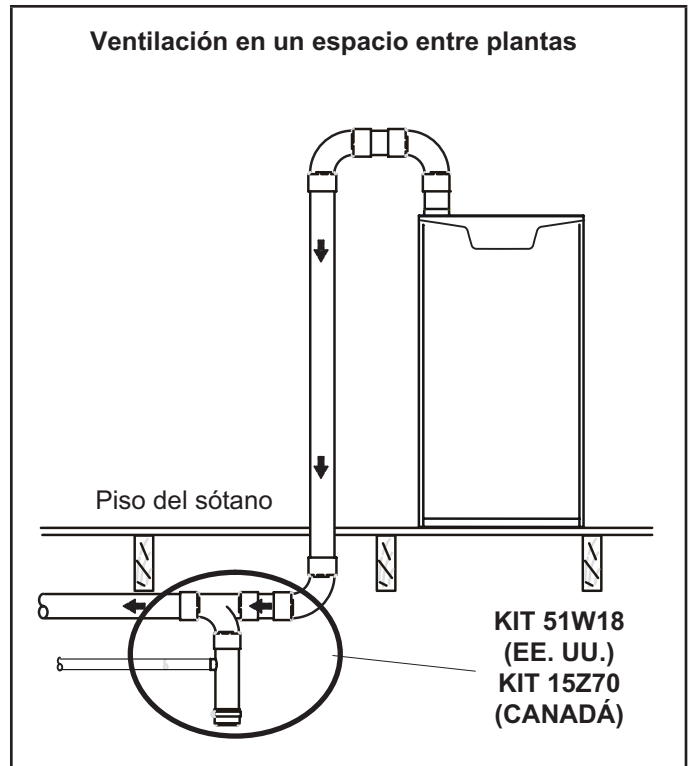

FIGURA 47
Lennox proporciona el kit 51W18 (EE. UU.) y el kit 15Z70 (Canadá) para instalar tubería de escape de PVC de 2 o 3 pulg. a través de las vigas del piso al espacio entre plantas. Ver FIGURA 47. Este kit también se puede usar como drenaje suplementario para instalaciones con retroceso de condensado en la tubería de ventilación (es decir, secciones horizontales largas, espacios no acondicionados, etc.).
- 2 - Use un destornillador grande de punta plana o una extensión de la boquilla de accionamiento de 1/2 pulg. y retire el tapón (Figura 47) de la caja del cabezal del extremo frío en la ubicación apropiada en el costado de la unidad. Instale el accesorio del codo macho hembra de 3/4 NPT en la caja del cabezal del extremo frío. Use cinta de Teflón o un recubrimiento para tuberías apropiado.